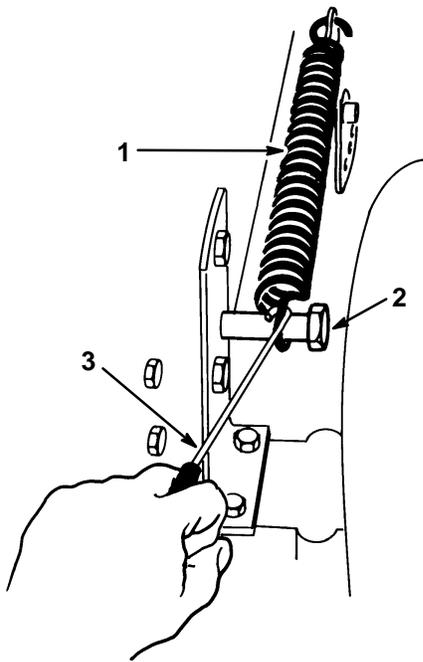

Figure 39
4. Détacher du boulon de fixation le ressort compensateur de hauteur de coupe (Fig. 39), à l'aide du crochet fourni avec la machine. Ce ressort se trouve entre le châssis et la roue arrière droite.
13. Mettre le levier de hauteur de coupe (relevage du plateau) en position "D" et accrocher le ressort compensateur au boulon de fixation pour ne pas le perdre (Fig. 39).
15. Accrocher le ressort compensateur de hauteur de coupe (Fig. 39) au boulon de fixation, à l'aide du crochet fourni avec la machine.